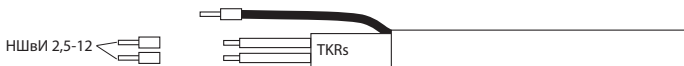

Рис. 7
5.1.7. Надеть на токопроводящие жилы штыревые наконечники и обжать их ручным кремпером, затем выдержать нагревательную ленту со смонтированной на ней муфтой соединительной до полного затвердения герметика (около 12 часов) (см. рис. 7).